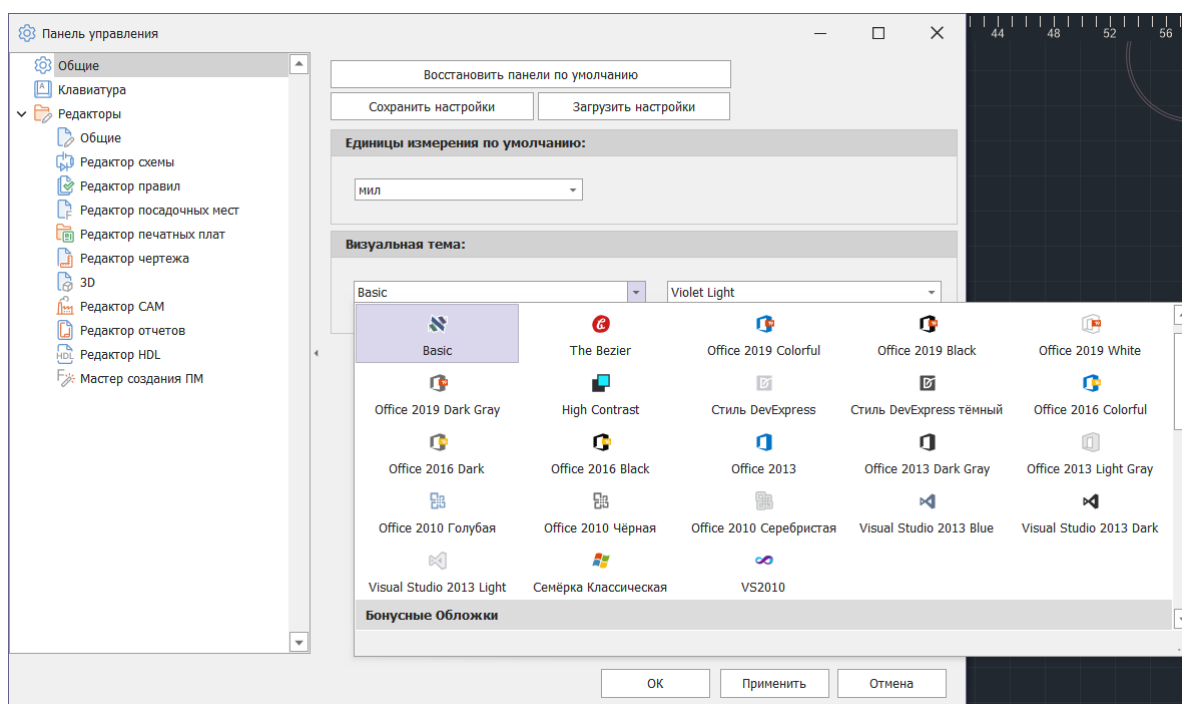

Рис. 33 Выбор визуальной темы
1. Выберите предпочтительное оформление из выпадающего списка в поле «Визуальная тема», (см. Рис. 33);